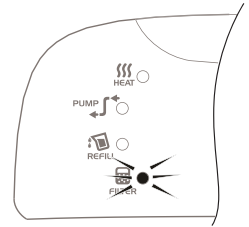

Fig.8
1. L'appareil est équipé d'un système de vérification de la qualité du filtre, capable de détecter l'état du filtre. Lorsque le filtre est hors d'usage, le voyant lumineux de remplacement du filtre clignote en continu sur le panneau de contrôle pour signaler que le filtre doit être changé. (Fig.8)